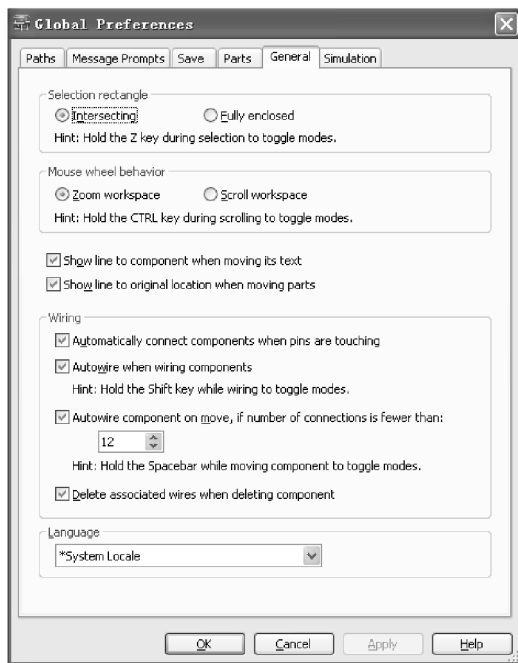

图 4-5 General 标签页
① Return to Component Browser after placement 选择框：放置元器件之后，是否返回到元器件浏览窗口。这一功能选项可以方便放置不同的元器件。
② Place single component 选择框：该项选中仅允许一次放置一个被选元器件，不论是单个封装或是复合封装。
③ Continuous placement for multi – section part only (ESC to quit) 选择框：对于复合封装元器件，可以单个连续放置，按 **[Esc]** 键结束放置。
④ Continuous placement for multi – section part only (ESC to quit) 选择框：指选取一次元器件，可连续放置多个该元器件，不论是单个封装或是复合封装。按 **[Esc]** 键结束放置。
(5) General 标签页（常规设置）：General 标签页如图 4-5 所示。